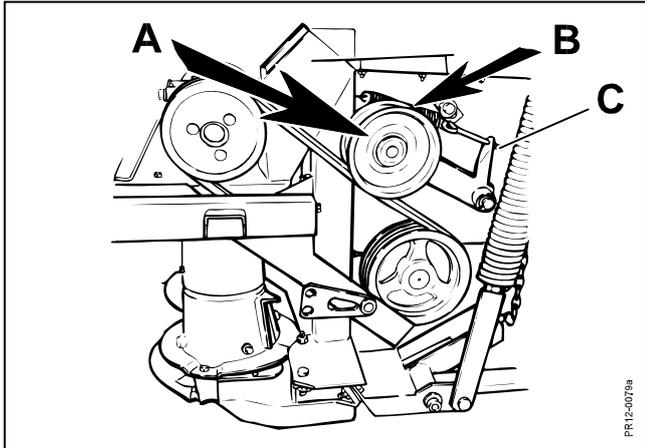

Fig. 5-17
- Fig. 5-17** Die Keilriemen mit der Spannrolle **A** spannen.